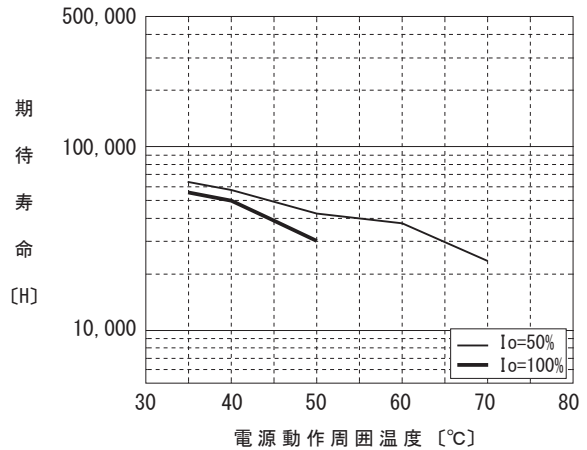

図 3.1 ファン期待寿命
■ 使用条件によってファンの期待寿命 (R(t)=90%) は図 3.1 のようになります。